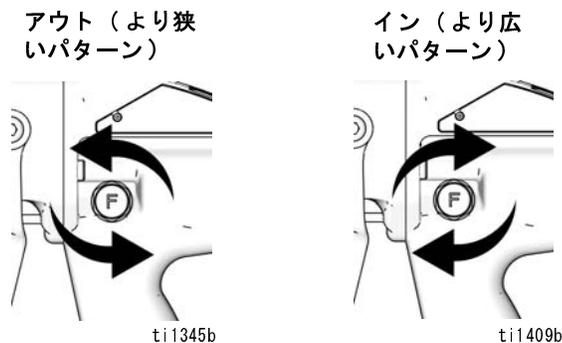

図 7. パターンエアノブ
1. 図 7 を参照してください。つまみを時計回り（イン）に最後まで回して、パターン調整エアを閉じます。これは最も幅広のパターンにガンを設定します。